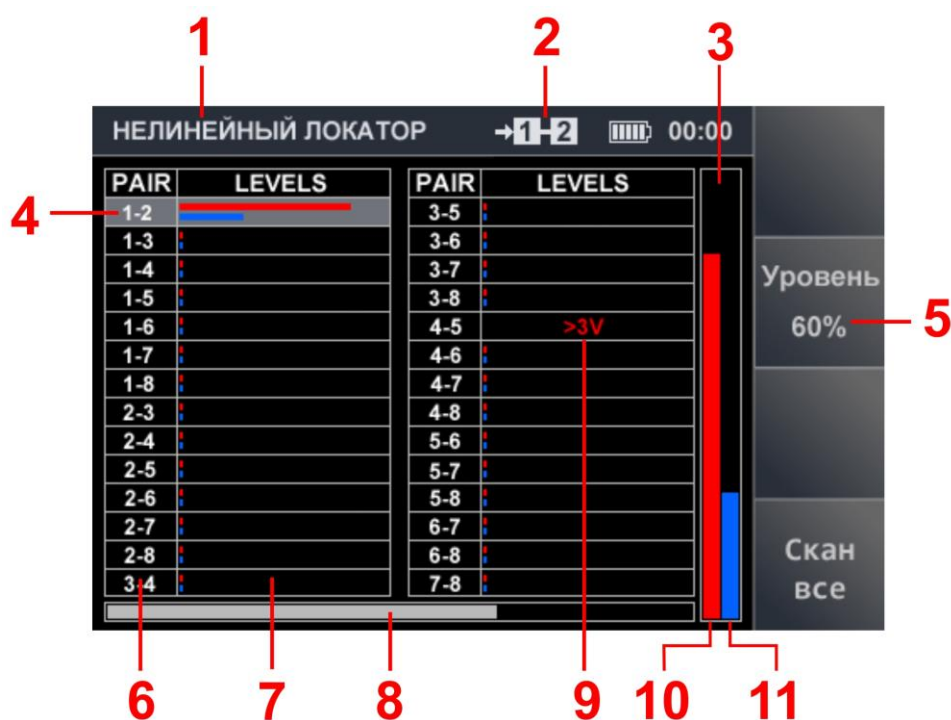

Рис.50
**Если на паре присутствует напряжение более  $\pm 3$  В, ее проверка с помощью нелинейного локатора невозможна.** На индикаторе пары (рис.50, п.2) появится надпись «OVER». Для проведения проверки такой кабель необходимо обесточить.
**Цифрами на рис.50 обозначено:**
- С помощью кнопок   установить значение усиления в % (20, 40, 60, 80, 100), которое отображается на индикаторе (п.5, рис.50);